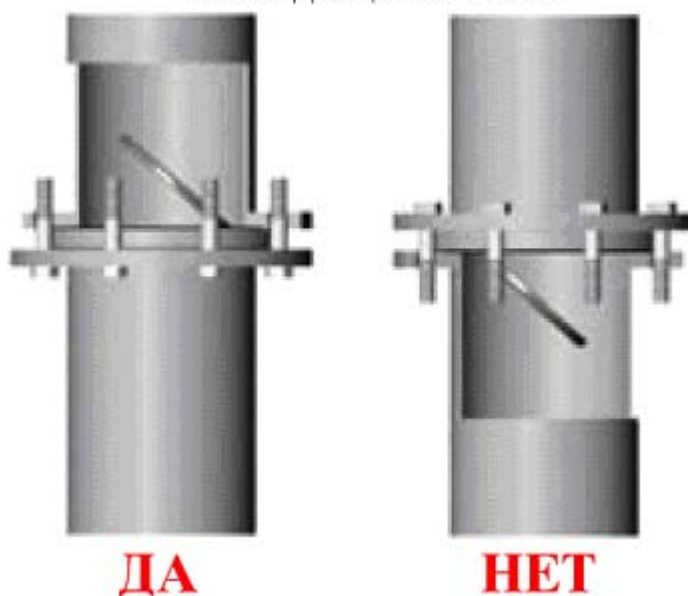

Рис. 3
-Монтаж обратного клапана может осуществляться в горизонтальном или в вертикальном положении для восходящих потоков, при этом стрелка направления потока на обратном клапане должна совпадать с направлением движения жидкости в трубопроводе (см рис. 1 и рис. 3)..